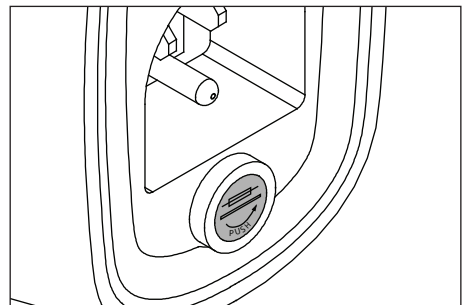

Figure 7 - Remplacer le fusible
6. Lorsque l'article atteint la fermeté voulue, enfoncer le bouton de courant à nouveau pour arrêter le gonflement. La pression réelle apparaîtra alors sur la jauge numérique. (Voir la figure 7).